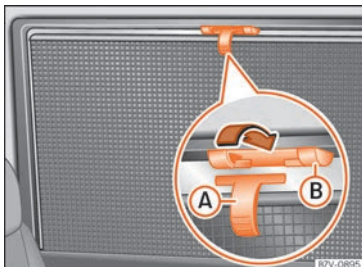

Abb. 127 Im hinteren rechten Fenster: Sonnenschutzrollo.
- Sonnenschutzrollo am hervorstehenden Griff » **Abb. 127 (A)** ganz nach oben ziehen.